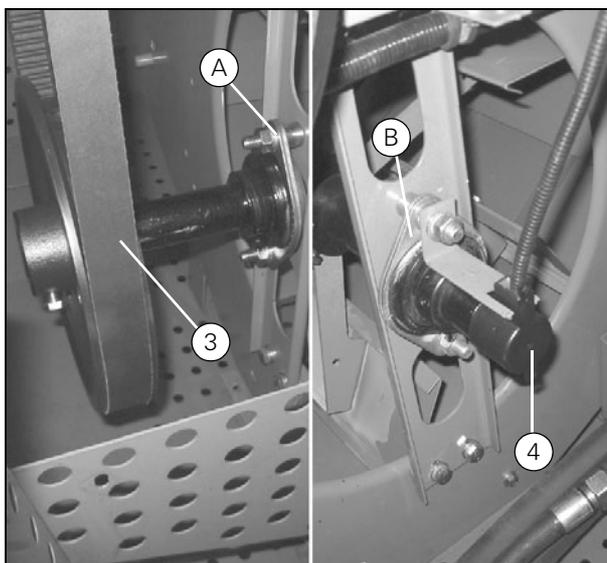

Рисунок 3
8. Снимите внешний подшипниковый фланец на обеих сторонах (А) + (В) (Рис. 3).
- Отрегулируйте зазор (С) между лопастями вентилятора и задним краем корпуса веялки до значения $8 + 2/-0$ мм. Разность значений на левой и правой стороне не должна превышать 2 мм. Регулировка производится перемещением фланцевых подшипников (А) + (В) (Рис. 3) (нижние отверстия крепления подшипников выполнены в виде пазов). Убедитесь, что расстояние (D) составляет мин. 8 мм.